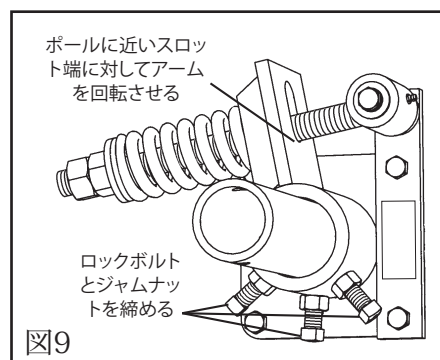

図9
15. ブレードをベルトにテンションをかけます。ベルトに接触するまでブレードを回転します。トルクアームのスプリングブッシングを平らに保ちながら、ピボットアームがポールに近いスロットの端に当たるまでトルクアームを回転させます。トルクアームのロックボルトとジャムナットを締めます。(図9)